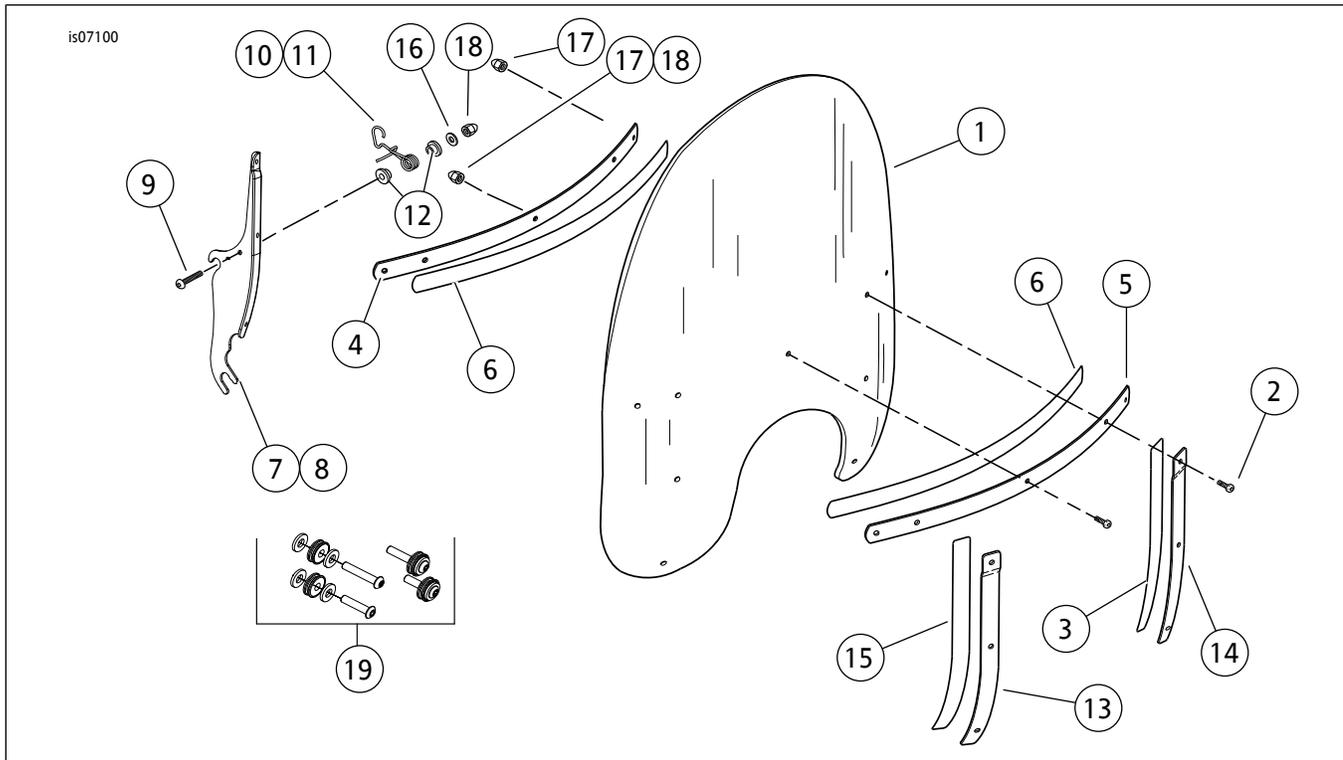
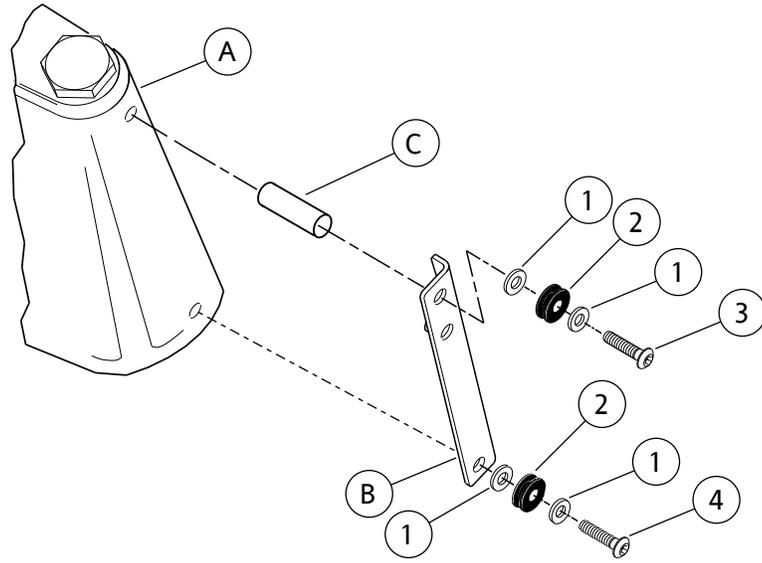

图1。维修零件：挡风玻璃套件
图2。维修零件：的组成部分
参见图1与表1、图2与表2。
2. 图2和表2。拆下雾灯/会车灯支架原装底部螺丝(4)和垫圈(1)并丢弃。